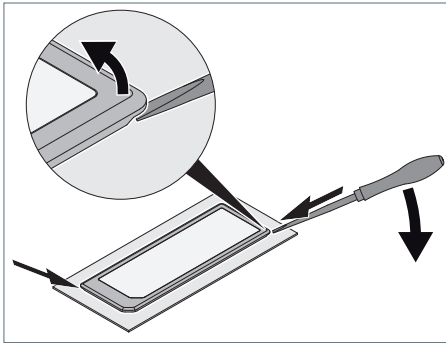

Fig. 6: Leuchte heraushebeln.
- ▶ Führen Sie einen Schraubendreher in die stirnseitigen Nuten und hebeln Sie die Leuchte heraus, siehe Fig. 6.